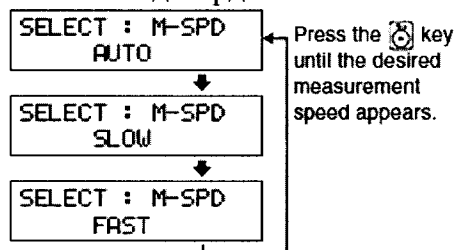

Рисунок 12
8.2.2.3 Выбрать скорость измерения. Для этого нажать кнопку «MENU», затем на кнопку **0-CAL** и нажимать до тех пор, пока на дисплее не появится надпись «Measurement speed», подтвердить выбор кнопкой **0-CAL**, чтобы открыть экран выбора скорости измерения (рисунок 12). Выбрать режим «AUTO» и подтвердить кнопкой **ENTR**.